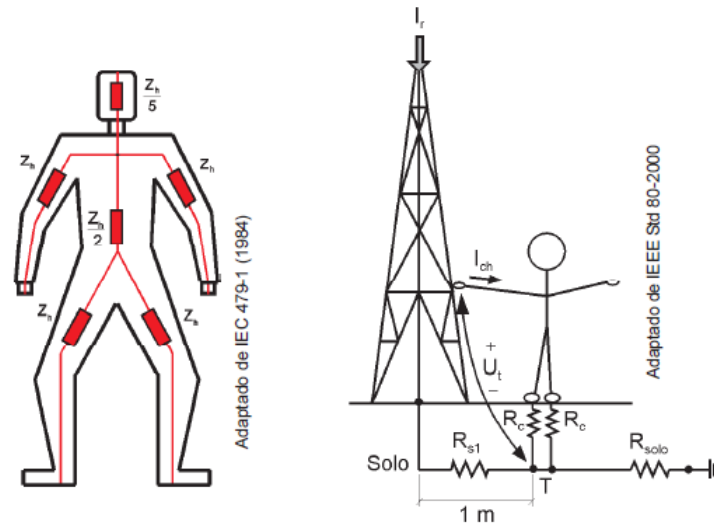

Figura 2.13: Equivalente elétrico do corpo humano
Em instalações elétricas, o sistema de aterramento é projetado de modo que as diferenças de potenciais (d.d.p.) de toque e de passo fiquem abaixo do limite de risco de fibrilação ventricular do coração. A Figura 2.13 mostra um equivalente elétrico simplificado do corpo humano, em que $Z_h = 500\Omega$.
A Figura 2.13 apresenta as impedâncias equivalentes do corpo humano e a d.d.p. de toque (U_t) para uma instalação sem aterramento. A resistência do solo R_{s1} depende da resistividade do solo, $\rho_s = 10\Omega \cdot m$, e da distância do trecho correspondente. A resistência de contato R_C de cada pé com o solo depende da área da superfície de contato e da resistividade do solo, podendo ser aproximada por $R_C = k \cdot \rho_s$, com $k = 8m^{-1}$.
- a) (5) Mostre qual será o equivalente elétrico do corpo humano no caso de contato como indicado na Figura 2.13, indicando quais as resistências correspondentes.
- b) (15) Suponha que $U_t = 10,4V$. Calcule a corrente de choque (I_{CH}) e a corrente I_r (na estrutura) (dica: não esqueça de R_{s1}).